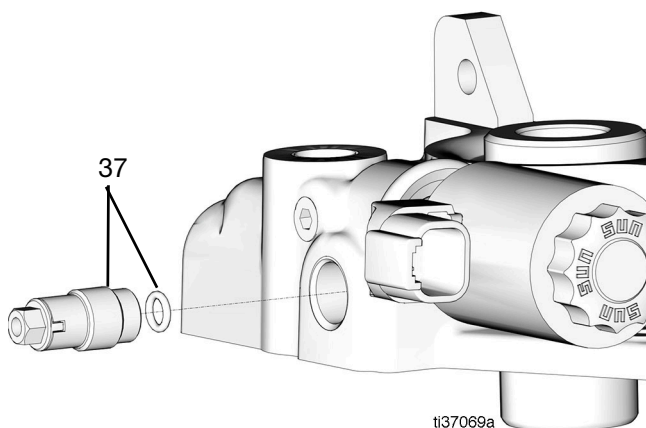

図 73
33. O リングをチェックバルブの上に配置してから、ポンプアウトレットに配置して、締め付けます (16 ft-lb/21.7 N•m のトルク)(図 73)。